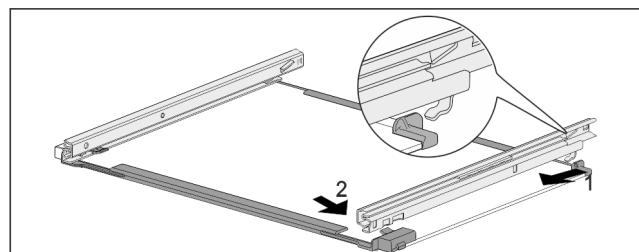

Fig. 181 Стъклена плоча с релси
- Закачете релсата отзад. Fig. 181 (1)
- Фиксирайте релсата отпред. Fig. 181 (2)